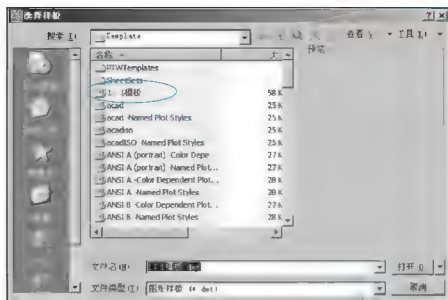

图 4.86 【选择样板】对话框
(1) 执行菜单栏中的【**文件**】|【**新建**】命令, 默认状态下会打开【**选择样板**】对话框, 如图 4.86 所示。
(2) 在【**文件名**】下拉列表中选择【**1 : 1 模板**】文件, 然后单击【**打开**】按钮, 则进入上面制作的 1 : 1 模板。
(3) 保存该文件并命名为“1 : 100 剖面图”。